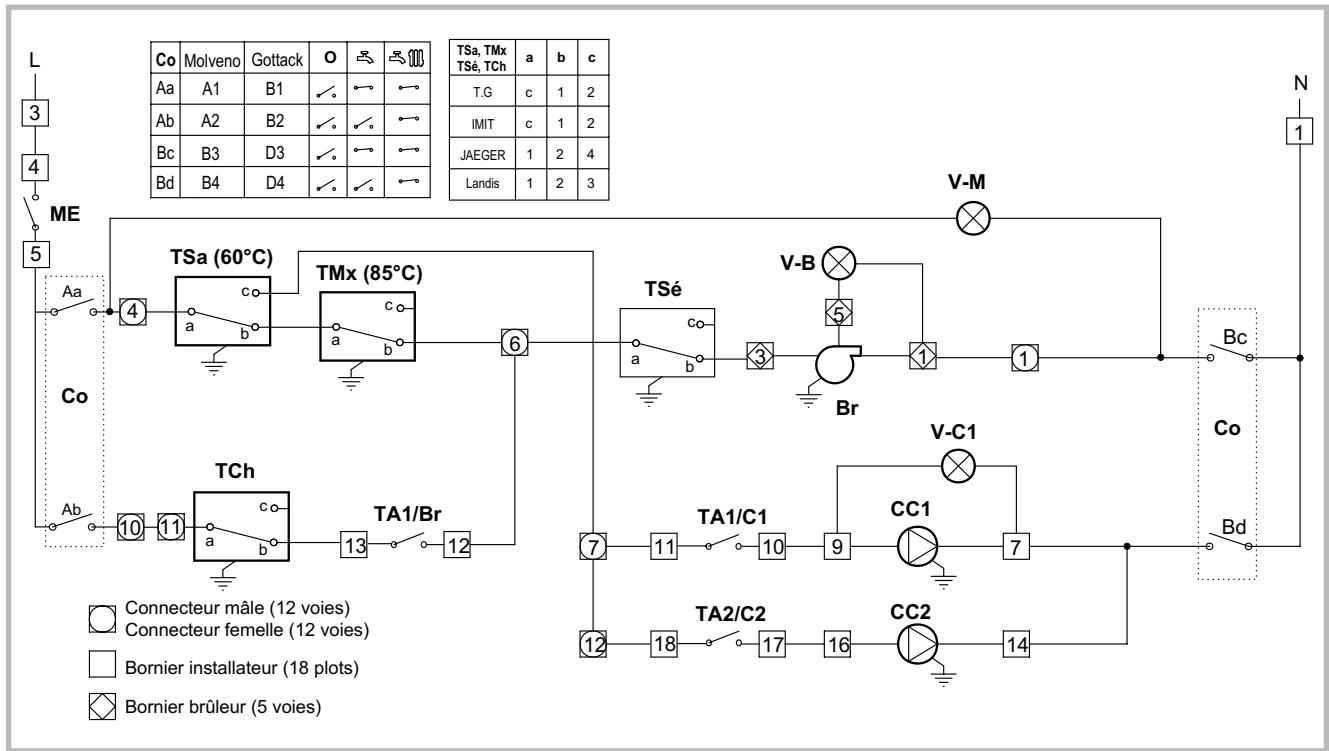

Figure 16 - Schéma électrique de principe
- Effectuer les raccordements suivant les schémas fig. 16 et 17.
Légende fig. 16 et 17